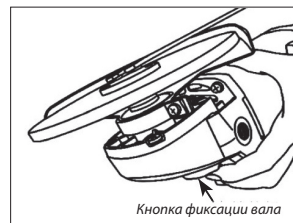

Рис. 3
**2)** Для затяжки стопорной гайки нажмите на кнопку фиксации вала так, чтобы он не мог вращаться. Затем воспользуйтесь ключом стопорной гайки и затяните ее по часовой стрелке. (Рис. 3)